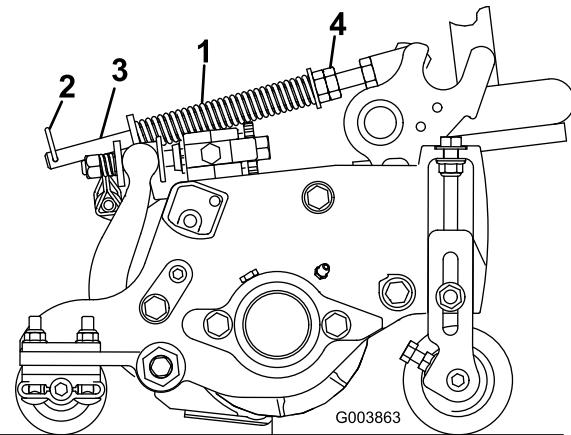

Figura 23
2. Serrate i dadi esagonali sul lato anteriore dell'asta della molla, finché la lunghezza compressa della molla non è di 15,9 cm; fate riferimento a Figura 23.
1. Verificate che la coppia sia montata nel foro posteriore dell'asta della molla (Figura 23).